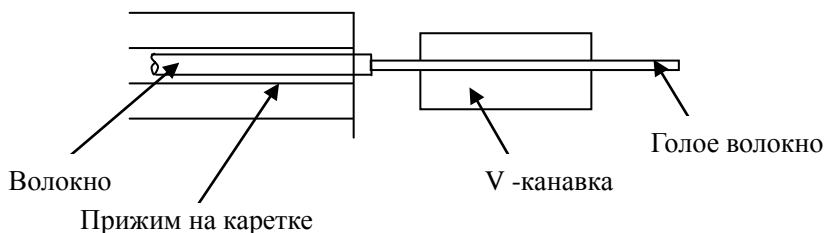

Рис. 6-1
- c) Включите аппарат и заложите волокна согласно Рис. 6-1 и Рис. 2-2. Длина скола голого волокна должна быть от 10 до 16 мм, а на поверхности канавки должно быть только голое волокно. Закройте прижимы на каретках. Волокно не должно пересекать ось электродов.